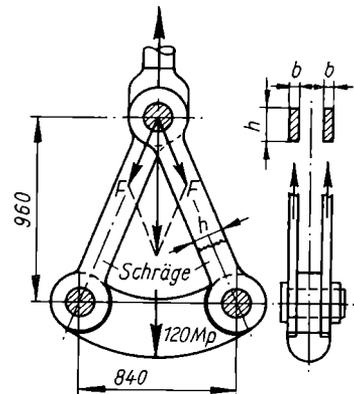

Bild 17
35. Der Gelenk-Lastbügel eines Krans (Bild 17) soll 120 Mp Last tragen. Werkstoff St 37. a) Welche Zugkraft F hat jede der beiden Schrägen aufzu-